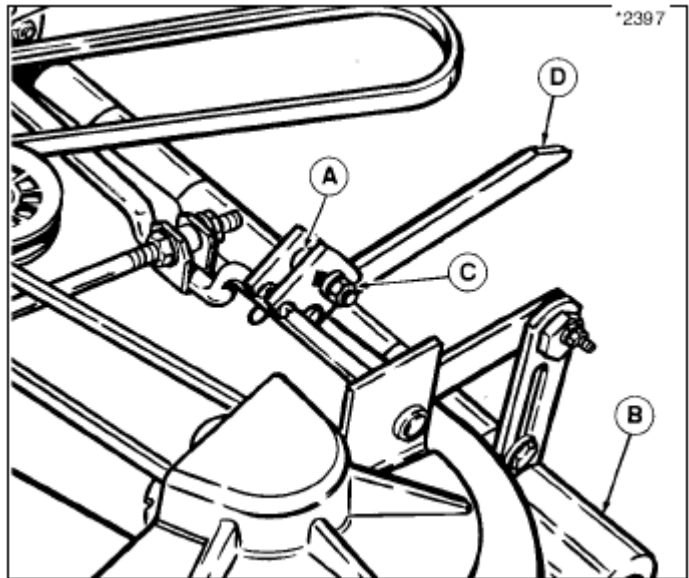

図 26 吊り上げアーム
3. 後部吊り上げアーム（図 26 の D）を緩める為に、ナット（C）を緩めます。デッキは、吊り上げアームに負荷が掛かっていない状態になり、デッキローラーで支えている状態になります。